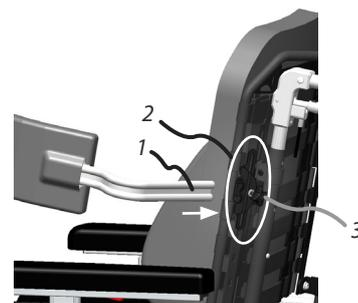

Abb. 37. Rumpfstütze und Rumpfstützenhalterung (eingekreist)
Die Rumpfstützen werden montiert, indem der Bügel (1 in Abb. 37 & 38) in die Rumpfstützenhalterung (2) auf der Rückseite der Rückenlehne gesteckt und in der gewünschten Position mit dem Drehknopf (3) festgezogen wird.